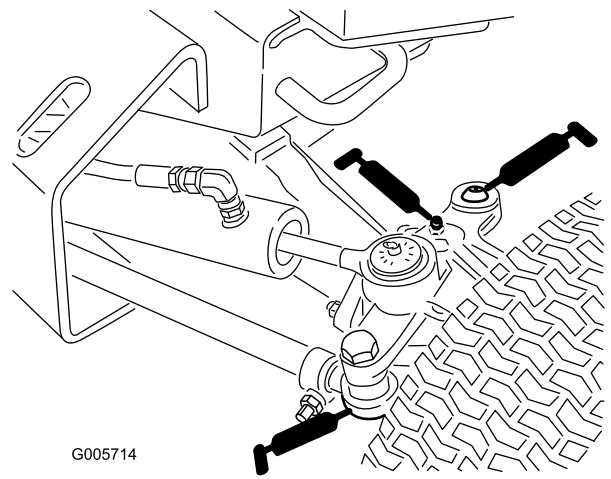

Figura 40
- Barra de ligação do eixo (2) (Figura 40)
- Pino de articulação do eixo (Figura 40)
- Articulações da direcção do eixo (2) (Figura 40)
- Extremidades da haste do cilindro (4) (Figura 40)